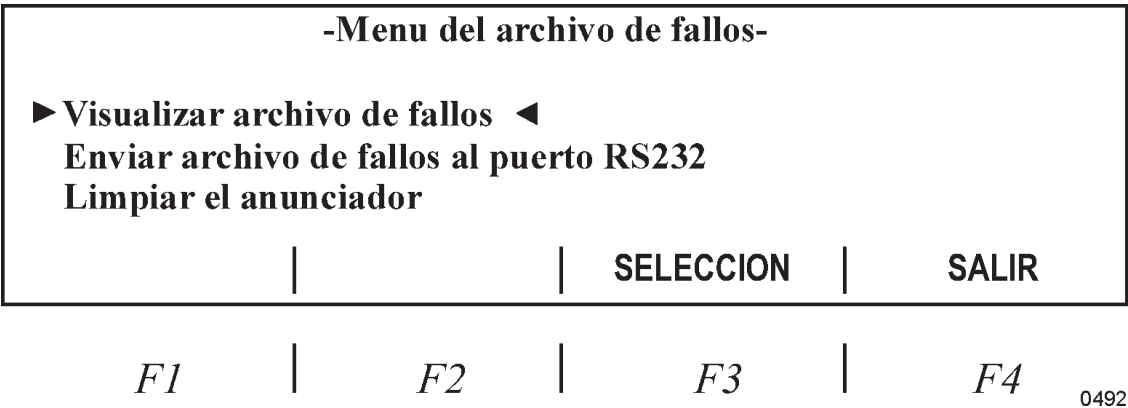

Figura 12-68. Menú del archivo de fallos
El menú de archivo de fallos tiene tres opciones, las cuales son mostradas en la pantalla de la figura 12-68. Cada una de estas opciones se describe separadamente a continuación.
Desde que el ultimo fallo ha sido registrado hasta la ultima vez que el anunciador fue reseteado. Usado para ver solamente los fallos que han ocurrido en un viaje o en un determinado periodo de tiempo. El reseteado del anunciador se realiza seleccionando la opción LIMPIAR EL ANUNCIADOR del menú de archivo de fallos, figura 12-68.
Cuando esta opción es seleccionada del menú de la figura 12-68, se visualizará la pantalla de la figura 12-72.
4. Si el usuario pulsa la tecla de la función STOP, el volcado es abortado y el término IMPRESIÓN ABORTADA es enviada al puerto RS232 para informar que la descarga ha sido parada. El display retorna a la pantalla del menú de archivo de fallos, figura 12-68.